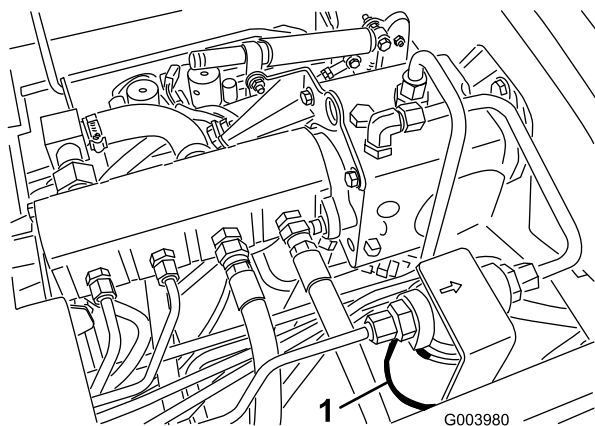
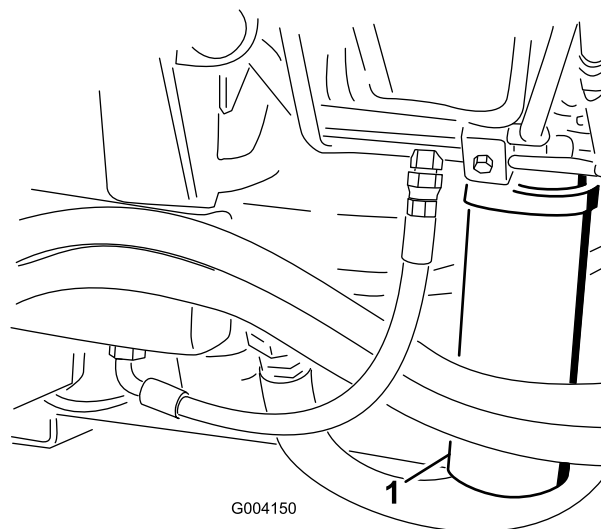

Figura 57
Figura 58
2. Lime a área à volta da área de montagem do filtro e coloque um recipiente de drenagem por baixo do filtro (Figura 57) e (Figura 58).